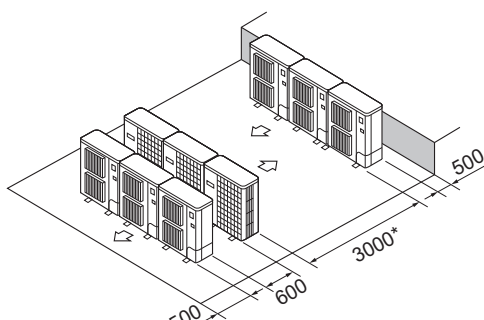

Fig. 2-14
- ⑥ Бірнеше параллельді блокты орналастыру (Fig. 2-14)